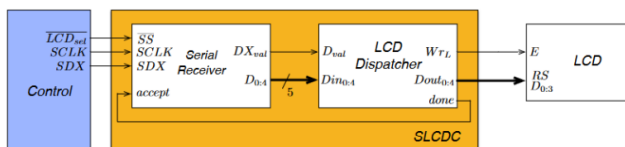

Figura 1 – Diagrama de blocos do módulo SLCDC
O módulo SLCDC recebe em série uma mensagem constituída por nove (9) bits de informação e um (1) bit de paridade. A comunicação com este módulo realiza-se segundo o protocolo ilustrado na Figura 1, em que o bit RS é o primeiro bit de informação e indica se a mensagem é de controlo ou dados. Os seguintes oito (8) bits contêm os dados a entregar ao LCD. O último bit contém a informação de paridade par, utilizada para detetar erros de transmissão.